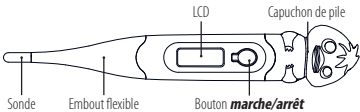

Figure 1 : Composants du thermomètre numérique
- Appuyez sur le bouton *Marche/Arrêt* situé à côté de l'écran LCD de la figure 1. Un signal sonore retentit lorsque l'écran affiche **188.8.°**, suivi de la dernière température enregistrée. Après avoir affiché la température d'autotest, le thermomètre est maintenant en mode de test.